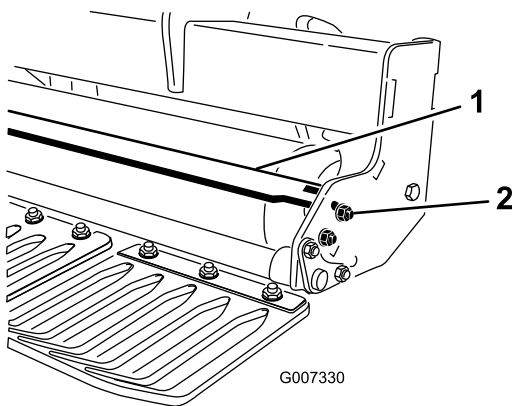

Figure 16
1. Desserrez les fixations qui retiennent chaque extrémité du racloir sur à la patte du racloir (Figure 16).